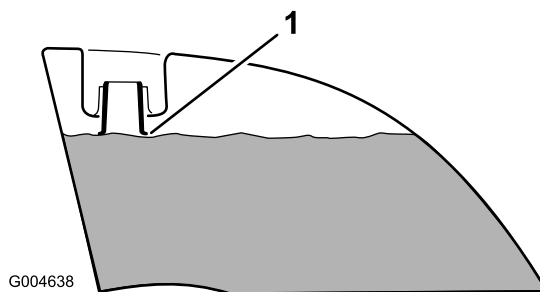

Figure 9
4. Remplissez les deux réservoirs de carburant jusqu'à ce que le niveau atteigne de la base du goulot de remplissage (Figure 9). Ne remplissez pas excessivement les réservoirs de carburant.